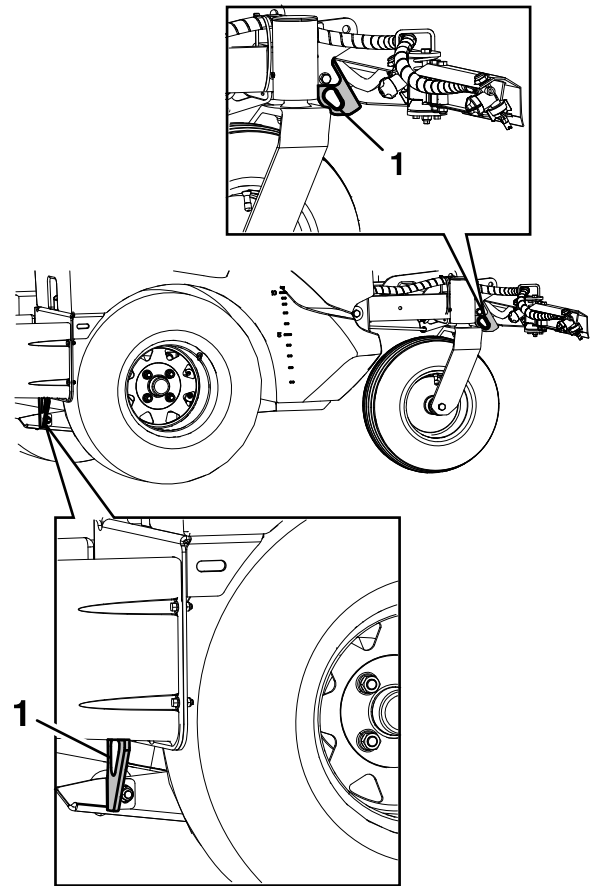

Figura 41
- Sujete la máquina firmemente al remolque o al camión con cadenas, correas, cables o cuerdas. Para sujetar la parte delantera de la máquina, utilice únicamente los puntos de amarre indicados en Figura 41. Si es posible, tanto las correas delanteras como las traseras deben orientarse hacia abajo y hacia fuera respecto a la máquina. El uso de ubicaciones no designadas puede causar daños a la máquina o al accesorio.